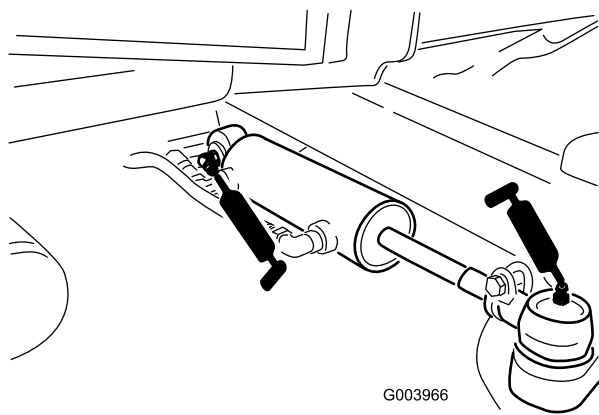

Figura 56
- Giunti sferici (2) del cilindro di sterzo (Figura 56)